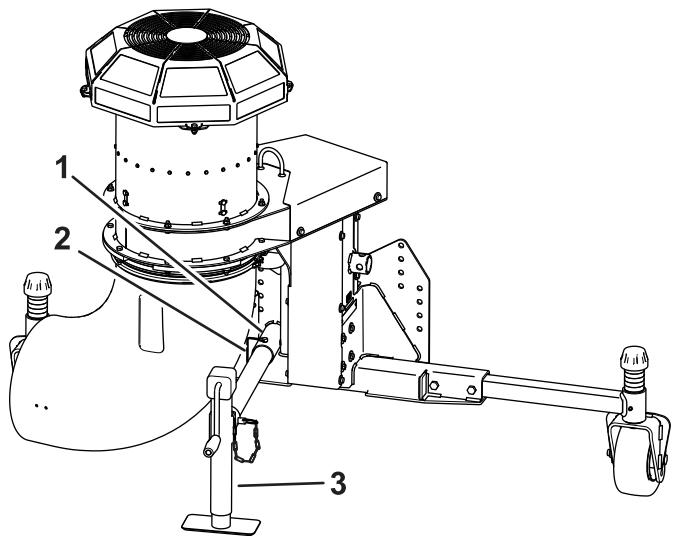

Figura 8
10. Introduzca el tubo del caballete en el tubo del bastidor, alinee los taladros y sujetelo en esa posición con el pasador de alambre (Figura 8).